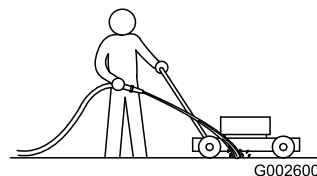

Figure 18
3. Mettez le moteur en marche et engagez la lame, puis dirigez un jet d'eau devant la roue arrière droite (Figure 18).